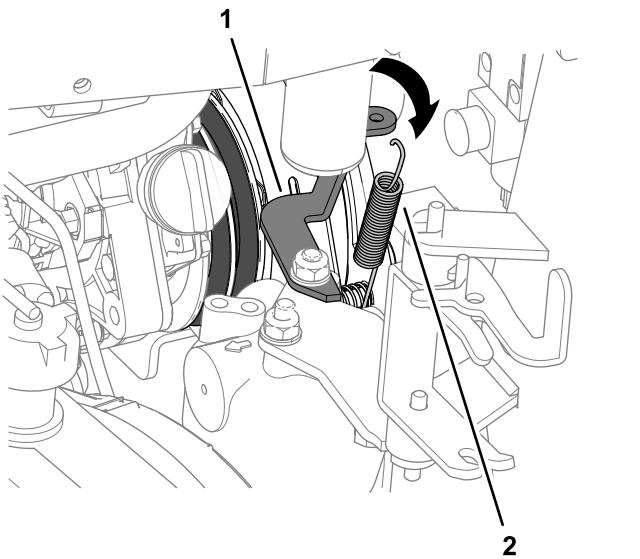

図 90
5. ラジエター側で、クラッチダンパースプリングをスプリングブラケットから外す図 90。
- 内側クラッチプレートのボルトとスプリングブラケットとの間に、クラッチダンパスプリングを取り付ける図 90 PTO ベルトの取り外し (ページ 61) を参照。